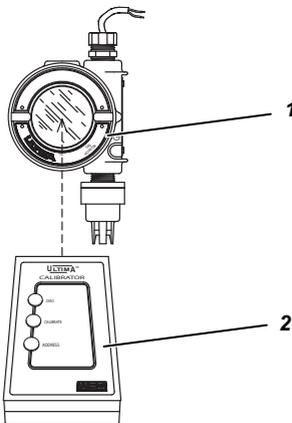

Bild 2 Calibrator – Bedienung
2. Um auf der Gaswarneinrichtung der ULTIMA/ULTIMA X Serie irgendeine Funktion zu ändern, richten Sie den oberen Teil des Controllers direkt auf das Sichtfenster des Sensors (→ Bild 2) und drücken die gewünschte Sequenz der Controller-Tasten. Der Controller muss auf den Sensor gerichtet werden, wenn die letzte Taste der Sequenz gedrückt wird.